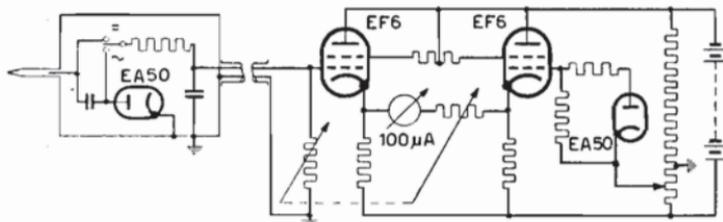

Fig. 227. — Voltmetro elettronico Philips 6004.
*Voltmetro elettronico Philips GM 6004, fig. 227.*